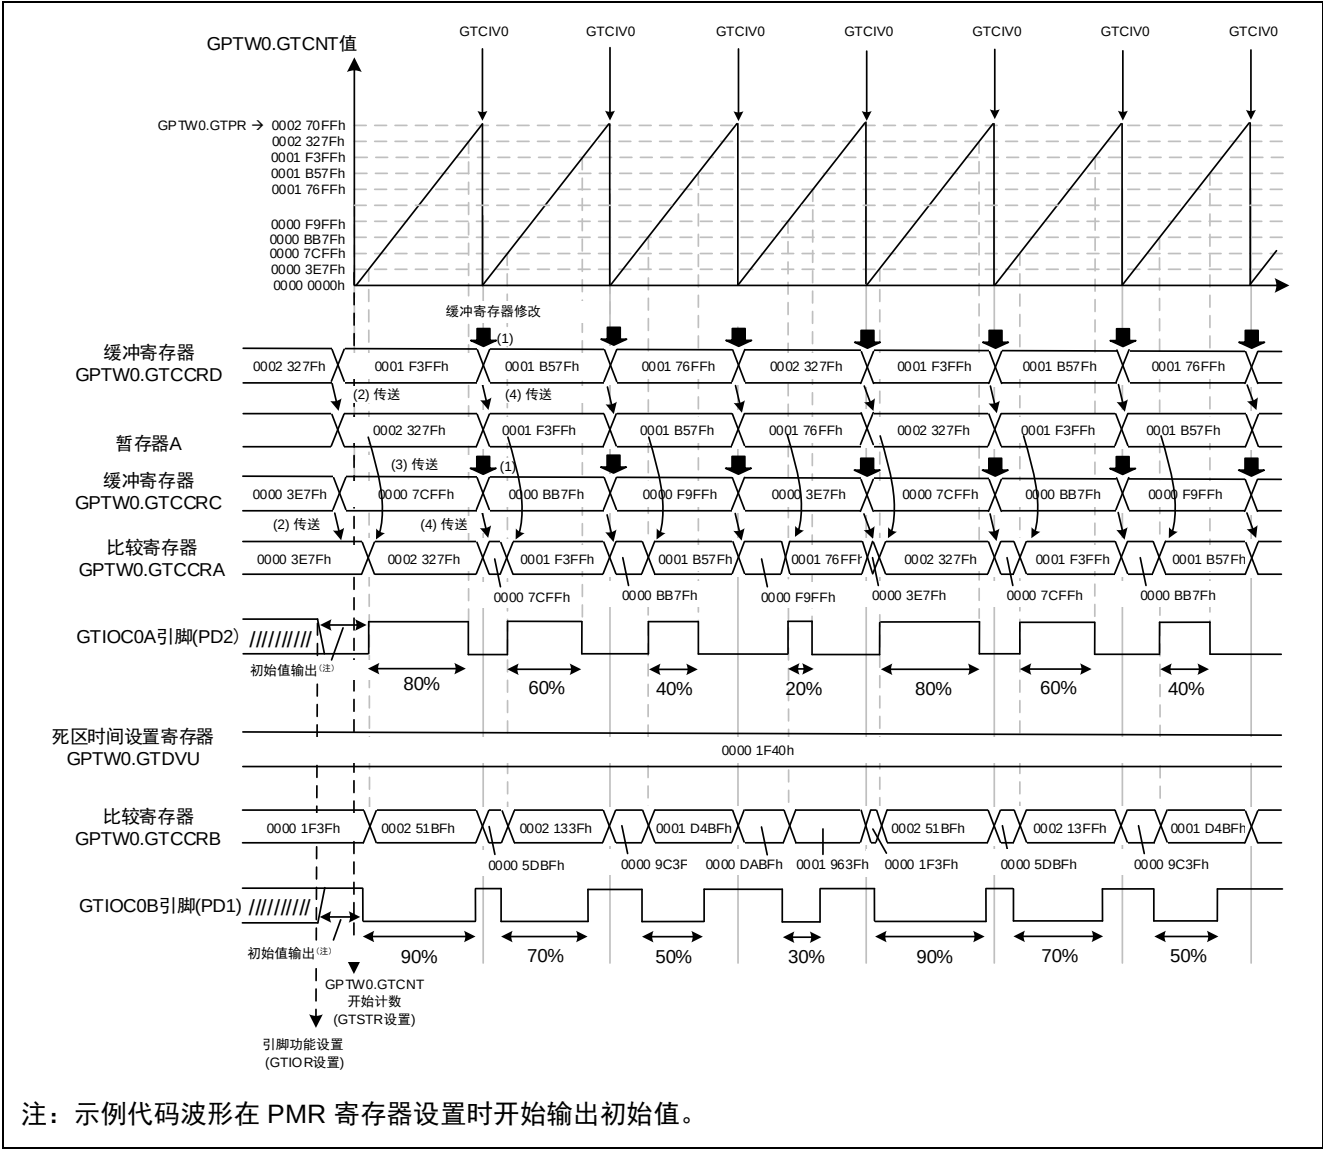

图 4.16 示例代码运行
- 关于占空比改变的时间的详细信息, 请参考图 4.16
示例代码运行如图 4.16 所示。通过在 GTCNT 计数器溢出中断（GTCIV0）时修改缓冲寄存器 GTCCRC 和 GTCCRD 的值，在每个周期改变占空比的设置（图 4.16 中（1））。
通过强制缓冲传送，寄存器中的设置值分别从缓冲寄存器 GTCCRD 传送到暂存器 A 和从缓冲寄存器 GTCCRC 传送到比较寄存器 GTCCRA（图 4.16 中（2））。
1. 当 GTCCRA 比较匹配发生时，从暂存器 A 传送到比较寄存器 GTCCRA（图 4.16 中（3））。
2. 当 GTCNT 计数器溢出发生时，分别从缓冲寄存器 GTCCRD 传送到暂存器 A 和从缓冲寄存器 GTCCRC 传送到比较寄存器 GTCCRA（图 4.16 中（4））。
此外, 如图 4.16 中的运行所示, 确保相同的死区时间段。